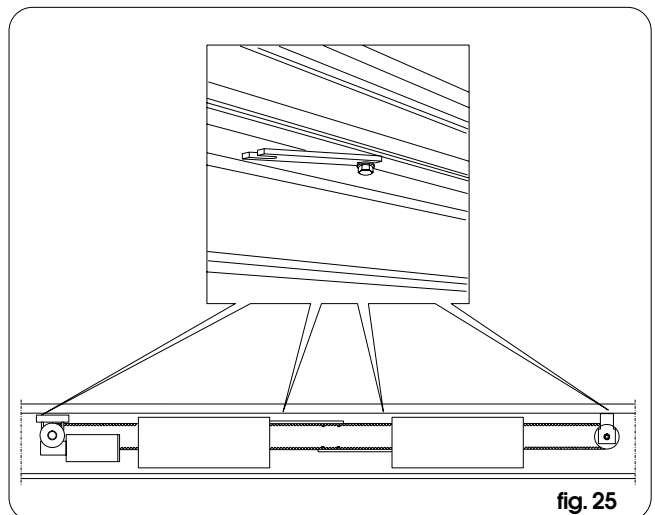

fig. 25
- Schroef de 4 beugels gedeeltelijk vast aan het geperforeerde uiteinde met behulp van 4 trekschroeven; houd rekening met de plaatsing die, nadat de aandrijfmodule aangebracht is, zal zijn zoals op fig. 25.